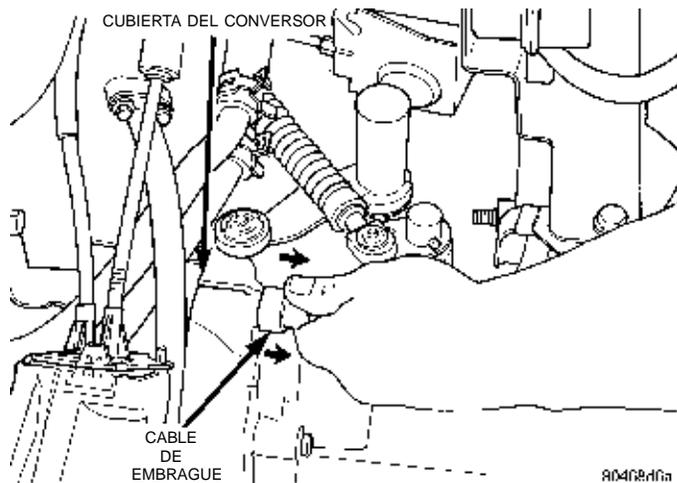
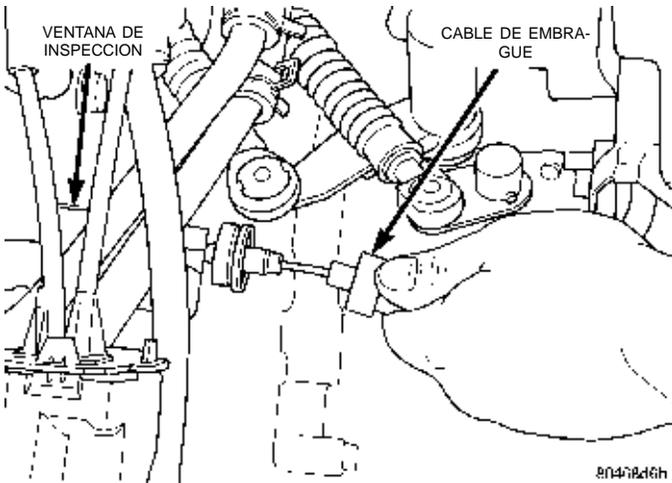

Fig. 24 Tire hacia atrás del cable de embrague
Fig. 25 Retire el cable de embrague de la palanca
(7) Retire la tapa de respiradero de la cubierta de embrague para exponer el extremo del cable de embrague y la palanca de desembrague. Desmonte luego el cable de embrague de la cubierta de convertor del transeje (Fig. 24) (Fig. 25).